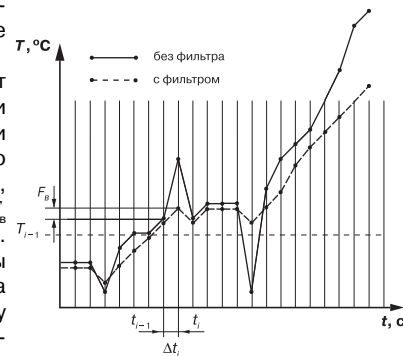

Рис. 4
3.1.4.4.2. Полоса цифрового фильтра позволяет защитить измерительный тракт от единичных помех и задается в единицах измеряемой величины. Если измеренное значение T_i отличается от предыдущего T_{i-1} на величину, большую, чем значение параметра F_b , то прибор присваивает ему значение равно $T_i + F_b$ (**рис. 4**). Таким образом характеристика сглаживается.
Как видно из **рис. 4**, малая ширина полосы фильтра приводит к замедлению реакции прибора на быстрое изменение входной величины. Поэтому при низком уровне помех или при работе с быстроменяющимися процессами рекомендуется увеличить значение параметра или отключить действие полосы